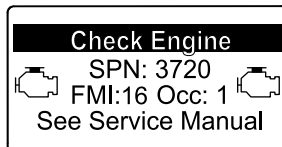

Figure 47
- Avertissement moteur SPN 3720, FMI 16 (Figure 47)